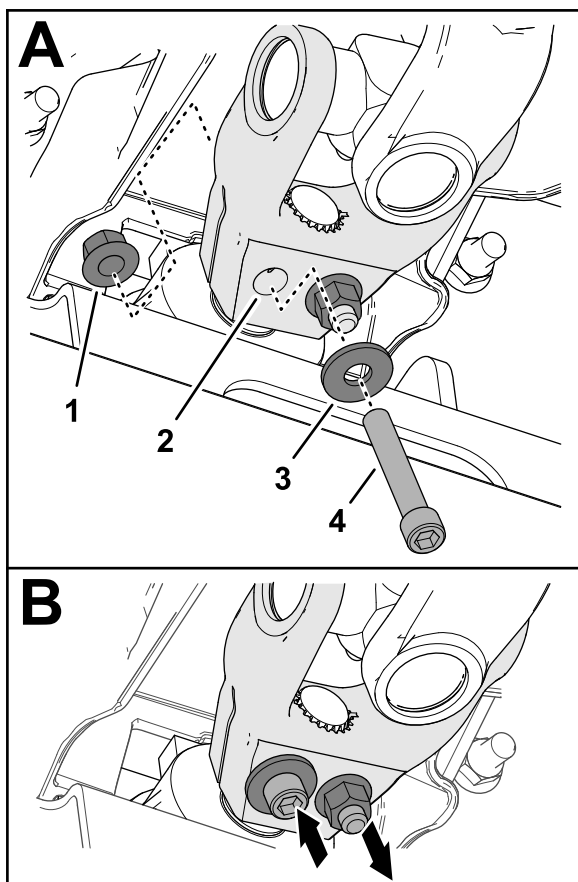

Figura 17
6. Montate un bullone senza dado a brugola ( $\frac{3}{8}$ " x  $2\frac{1}{4}$ ") attraverso una rondella ( $\frac{3}{8}$ ") e il foro nella forcella dell'albero di trasmissione (Figura 17), e fissate il bullone senza dado con un dado di bloccaggio flangiato ( $\frac{3}{8}$ ").
7. Montate un bullone senza dado a brugola ( $\frac{3}{8}$ " x  $2\frac{1}{4}$ ") attraverso una rondella ( $\frac{3}{8}$ ") e il foro nella forcella dell'albero di trasmissione dalla direzione opposta (Figura 17), e fissate il bullone senza dado con un dado di bloccaggio flangiato ( $\frac{3}{8}$ ").